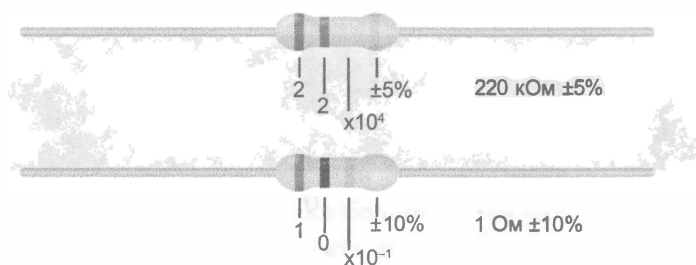

Рис. 5.10. Определение номинального сопротивления резистора по его цветовой маркировке
- » **Красный–красный–желтый–золотой.** Резистор с красной (2), красной (2), желтой (4 нуля) и золотой ($\pm 5\%$) полосками (рис. 5.10, *вверху*) обеспечивает номинальное сопротивление 220 000 Ом, или 220 кОм, причем фактическая величина его сопротивления может отличаться (в ту или другую сторону) от номинального значения на 5% от номинального значения. Таким образом, фактическая величина сопротивления этого резистора может находиться в диапазоне от 209 до 231 кОм.
- » **Коричневый–черный–золотой–серебряный.** Резистор с коричневой (1), черной (0), золотой (0,1) и серебряной ($\pm 10\%$) полосками (рис. 5.10, *внизу*) обеспечивает номинальное сопротивление $10 \times 0,1$, или 1 Ом, причем фактическая величина его сопротивления может отличаться от номинального значения на 10% от номинального значения. Таким образом, фактическая величина сопротивления этого резистора может находиться в диапазоне от 0,9 до 1,1 Ом.